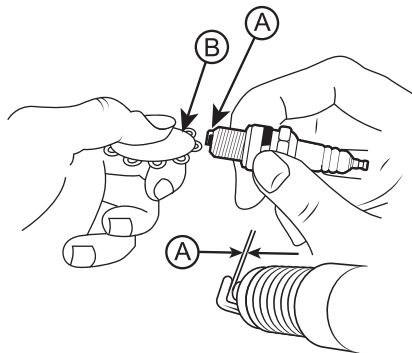

Рис. 15 Обслуживание свечи зажигания
4. Измерьте зазор А между электродами специальной щупом В. Зазор должен быть 0,7-0,8 мм (Рис. 15). При увеличении или уменьшении требуемого зазора, рекомендуется заменить свечу, так как регулировка зазора может привести к изменению качества искрообразования.